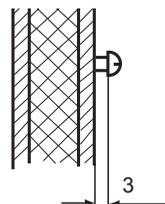

Abb. 3
2. In das obere mittlere Loch drehen Sie eine der Schrauben. An dieser Schraube wird das Steuergerät eingehängt. Lassen Sie zu diesem Zweck die Schraube ca. 3 mm herausstehen (Abb. 3.).